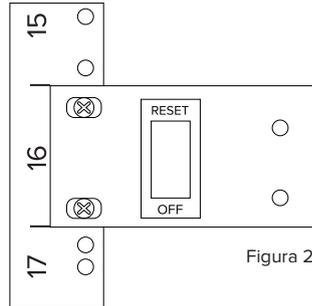

Figura 2
D. Coloque los cuatro tornillos para sujetar el Suprack RV al Rack y apriete con fuerza moderada. Figura 2.